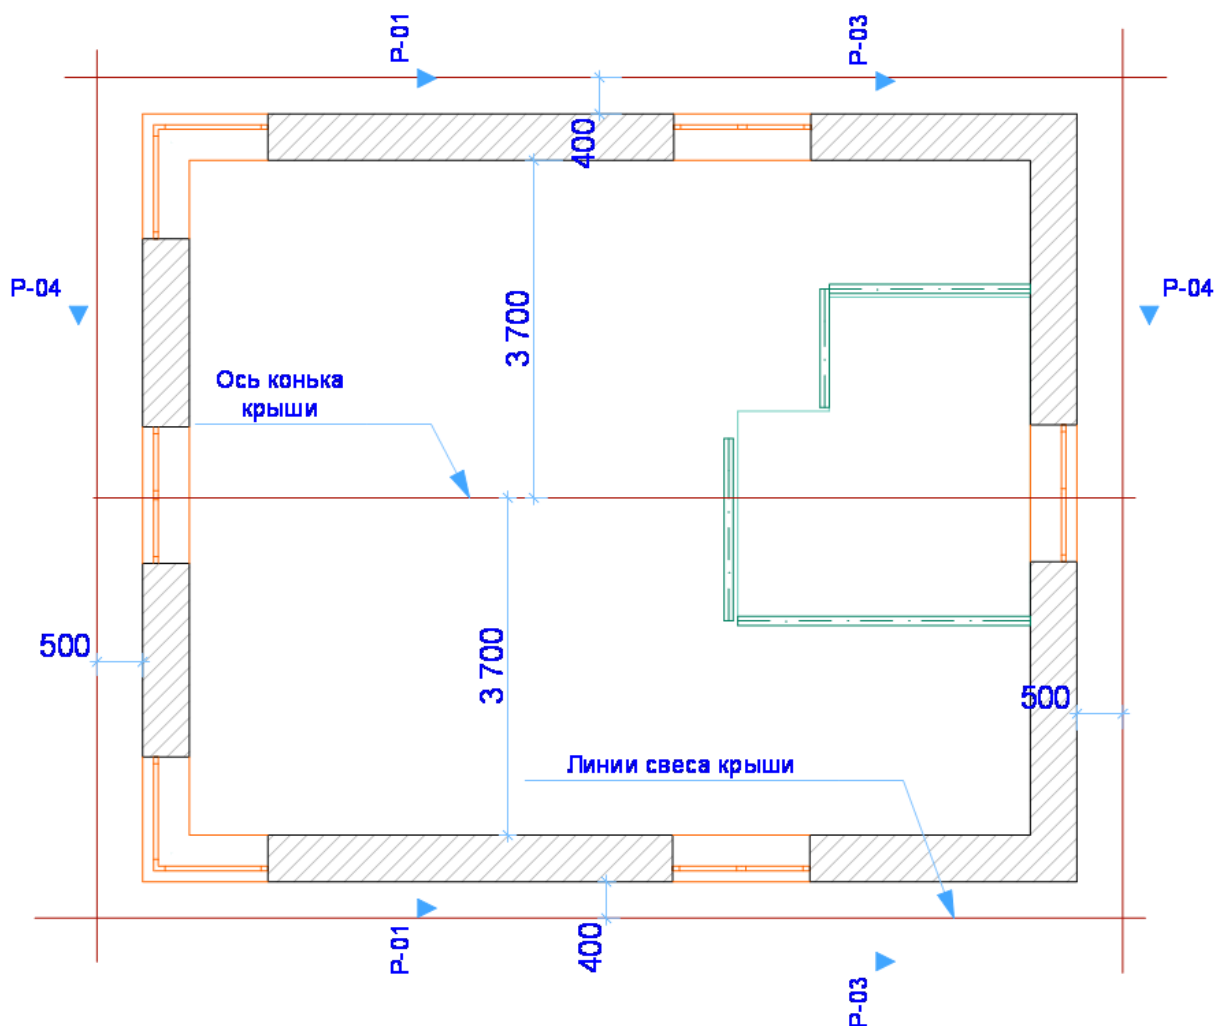

Рис. 3.1 Отрисовка вспомогательных линий для конька и свеса крыши
1. В 2D-окне установите второй этаж. Проведите осевую линию расположения конька крыши на расстоянии 3700мм от внутренней поверхности боковой стены (рис. 3.1.).